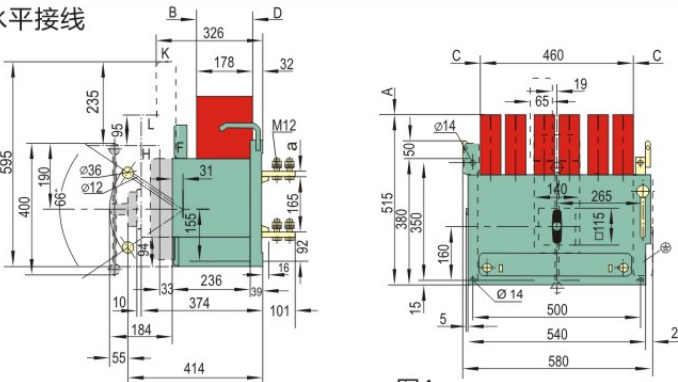
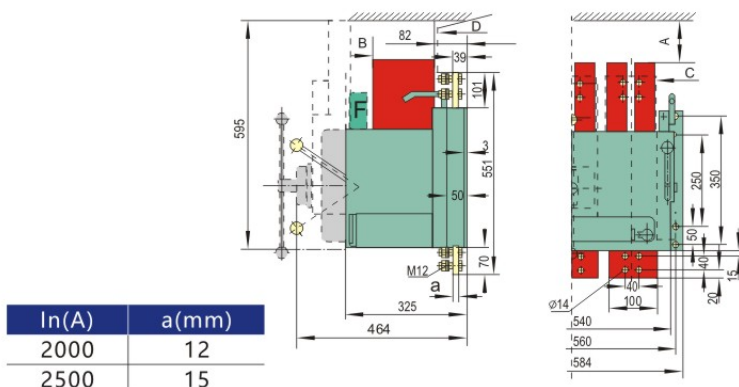
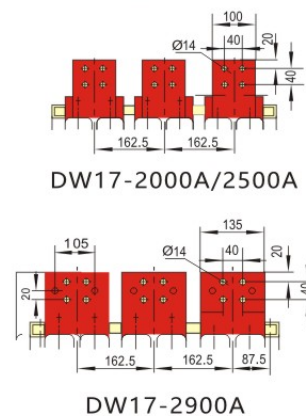

图4
图5
图6
2.DW17-2000~2900固定式(见图4、图5、图6)。